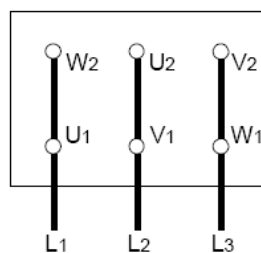

Fig. 7a. Conexión Δ
- La conexión a la red eléctrica en la caja de terminales depende de la potencia nominal del motor, la fuente de alimentación y el tipo de conexión. La conexión necesaria de los puentes de la caja de bornes se muestra a continuación (**Tabla 1** y **Fig. 7a, 7b, 7c**).